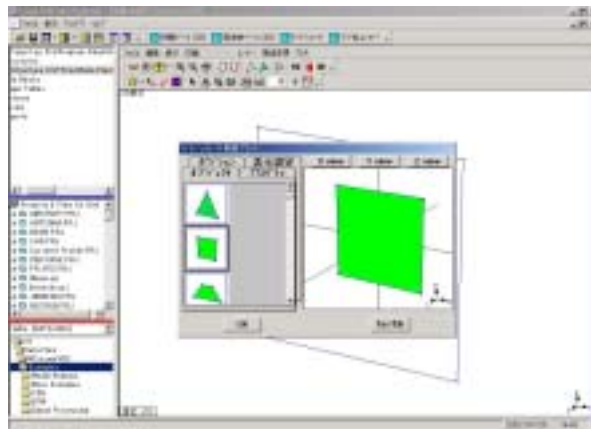

図 3 作図アシスタント
2. 【作画 | 作画アシスタント】を実行してください。作図アシスタントウィンドウが表示されます (図 3 参照)。